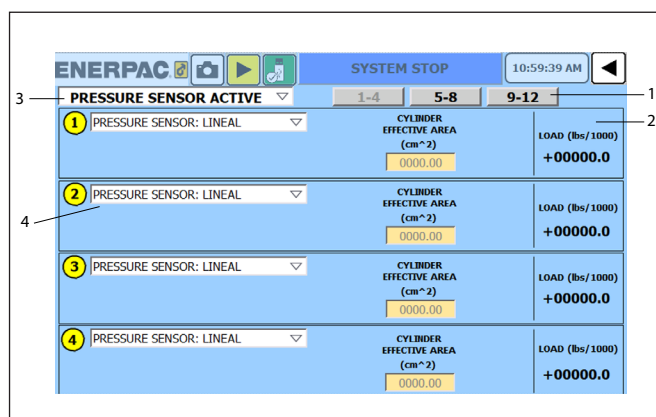

Figura 24: Dettaglio della schermata Cylinder Load Sensor (Sensore di carico del cilindro)
- Sensore di pressione lineare: un altro modo per misurare il peso del carico è attraverso i sensori di pressione. Per effettuare il calcolo, è necessaria l'area effettiva del cilindro. Per una visione dettagliata di questa modalità, fare riferimento alla Figura 24.